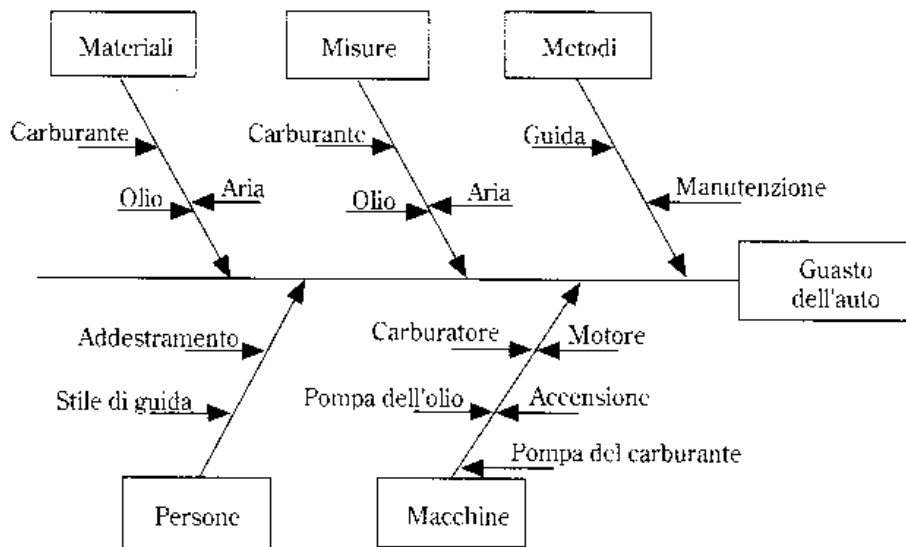

Figura 8.7 Diagramma di causa ed effetto per studiare il problema di guasti alle automobili
- (c) Il gruppo individua le categorie principali delle cause possibili del problema analizzato. Le categorie principali delle cause vengono rappresentate come frecce che puntano verso il ramo principale. La figura 8.7 illustra le categorie selezionate per il problema di frequenti guasti alle auto. Se in questa fase non vengono in mente categorie evidenti, è utile considerare i fattori essenziali che influenzano i processi, e cioè: macchinari (apparecchiature), materiali, metodi (procedure) e persone. Di solito queste sono categorie utili per dare inizio al processo.